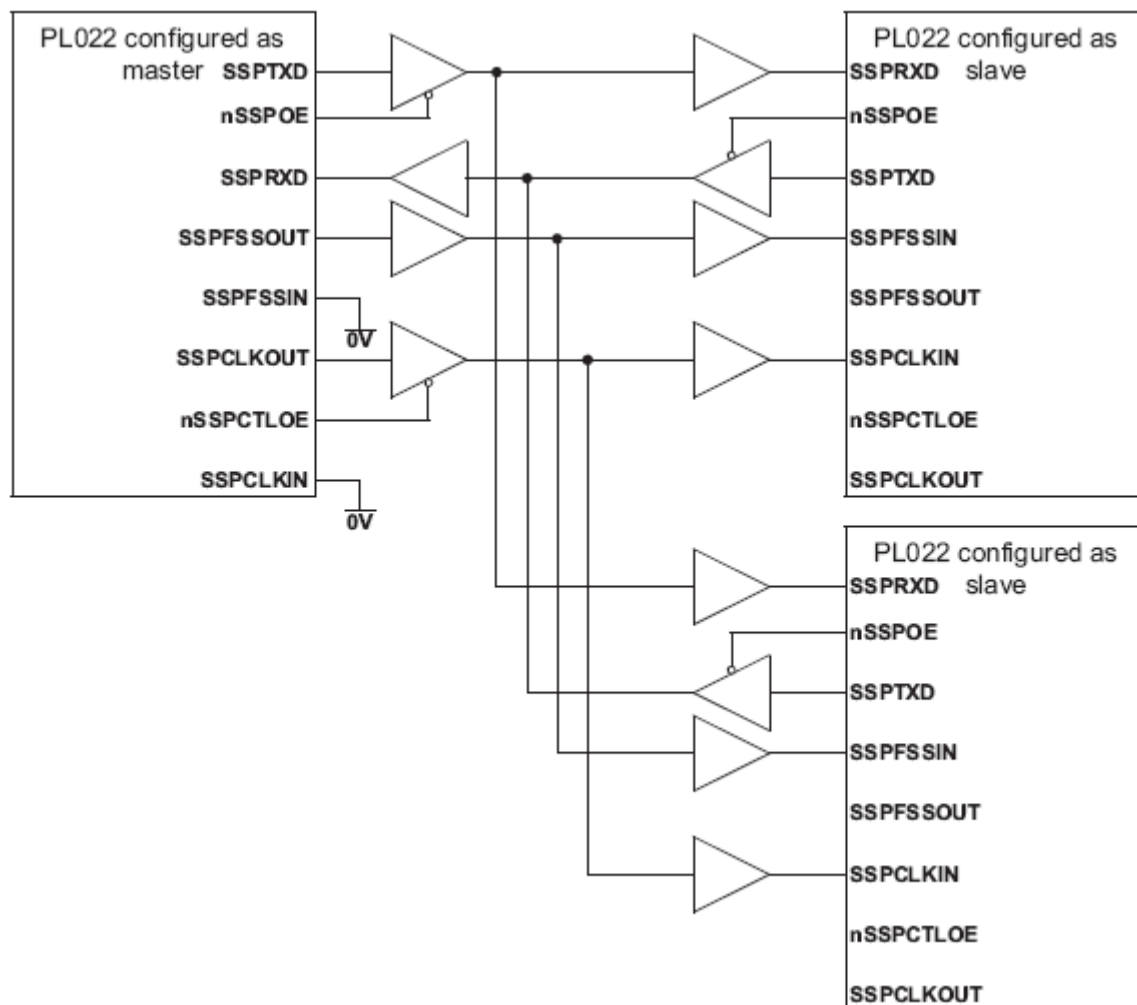
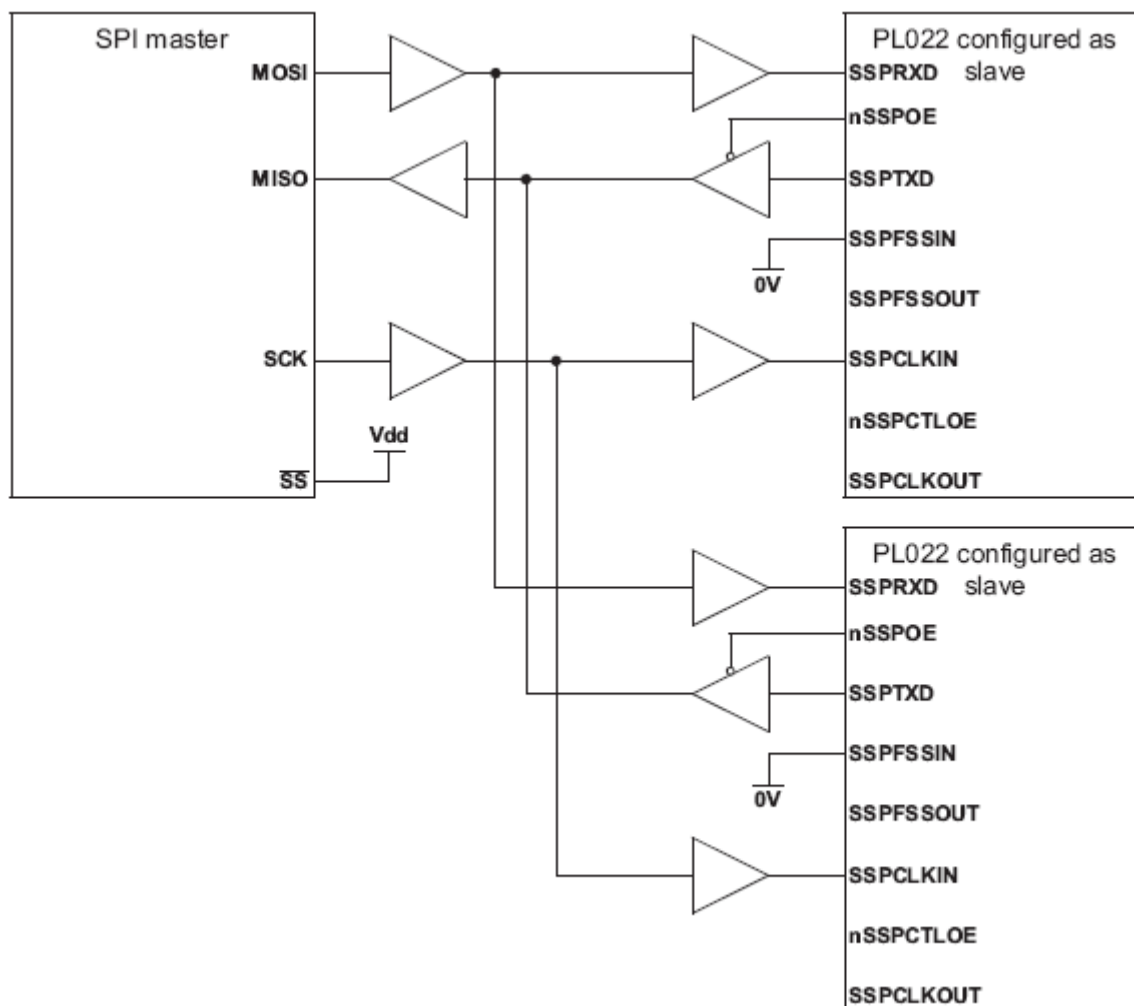

Рисунок 110. Ведущее устройство SSP подключено к двум ведомым
Рисунок 112. Ведущее устройство, протокол SPI, подключено к двум ведомым модулям SSP
На рисунках Рисунок 110, Рисунок 111 и Рисунок 112 показаны варианты подключения модуля SSP к периферийным устройствам, работающим в ведущем или ведомом режиме.
Рисунок 110 показывает совместную работу трех модулей SSP, один из которых сконфигурирован в качестве ведущего, а два – в качестве ведомых устройств. Ведущее устройство способно передавать данные циркулярно в адрес двух ведомых по линии SSP_TXD.
Рисунок 112 показывает ведущее устройство, поддерживающее протокол SPI фирмы Motorola, соединенное с двумя модулями SSP, сконфигурированными для работы в ведомом режиме. Линия Slave Select (SS) ведущего устройства в этом случае установлена в высокий логический уровень. Ведущее устройство осуществляет передачу данных по линии MOSI циркулярно в адрес двух ведомых модулей.